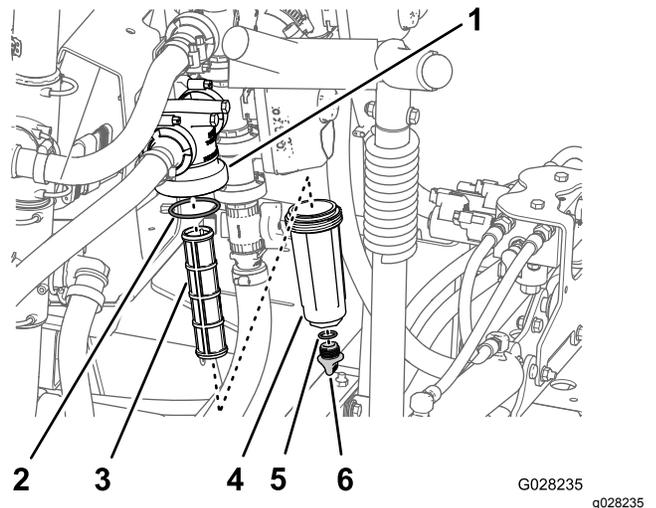

Figura 23
2. Alinhe um recipiente de escoamento debaixo do filtro de pressão (Figura 23).
3. Rode a tampa de drenagem no sentido contrário ao dos ponteiros do relógio e retire-a do recipiente do filtro de pressão (Figura 23).
4. Rode o recipiente no sentido contrário ao dos ponteiros do relógio e retire a cabeça do filtro (Figura 23).
5. Retire o elemento do filtro de pressão (Figura 23).
7. Verifique a junta do tampão de drenagem (localizado no interior do recipiente) e junta do recipiente (localizado no interior da cabeça do filtro) e veja se há danos e desgaste (Figura 23).
8. Instale o elemento do filtro de pressão na cabeça do filtro (Figura 23).
9. Instale o recipiente na cabeça do filtro apertando à mão (Figura 23).
10. Enrosque a tampa de drenagem na união na parte inferior do recipiente e aperte bem a tampa à mão (Figura 23).